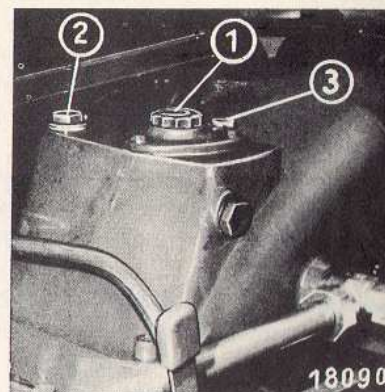

Fig. 57
L'huile usée est aspirée à l'état chaud par l'orifice d'évacuation ③ (fig. 57), le moteur étant à l'arrêt, au moyen d'un système d'aspiration ou d'une pompe à main (par ex. de chez Wilhelm Bäckner — Remscheid-Hasten, N° de Cde. 4939).